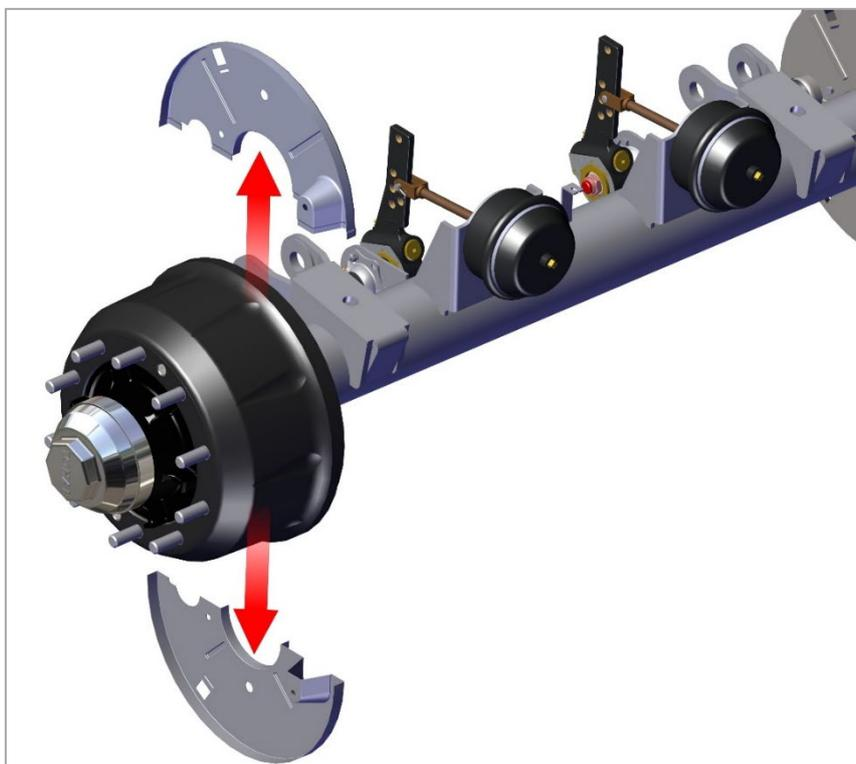

Рис. 15. Снятие грязезащитных щитков
1) Снимите грязезащитные щитки тормозного барабана, как показано на рис. 15.